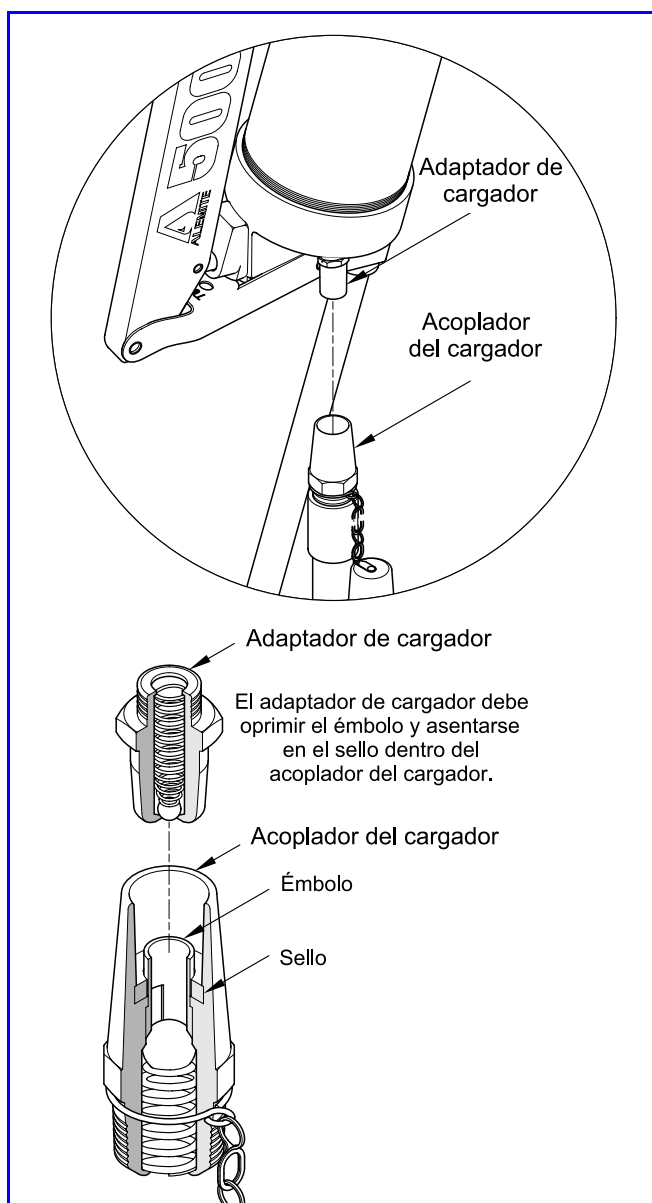

Figura 5 Adaptador de cargador y acoplador del cargador vista de sección
Las pistolas mantienen el proceso de bombeo por resorte y una válvula de purga de aire. Además, cada pistola engrasadora está equipada con un adaptador cargador que permite el llenado directo desde una bomba cargadora manual. Vea la **Figura 5**.
5. Asiente el adaptador del cargador en el acoplador de cargador. Vea la **Figura 5**.